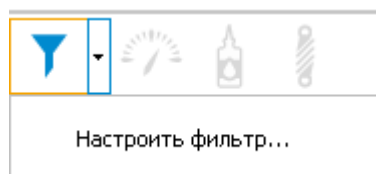

Рис. 140
1. Нажмите на кнопку  справа от кнопки **Включить фильтрацию**  и выберите команду **Настроить фильтр** (Рис. 140). После этого откроется окно **Фильтр регламента** (Рис. 141).